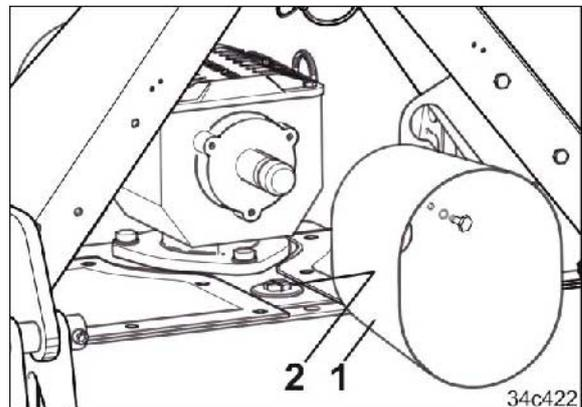

图 181
2. 拧下保护头（图 181/1）。
3. #打开密封堵头（图 181/2）。